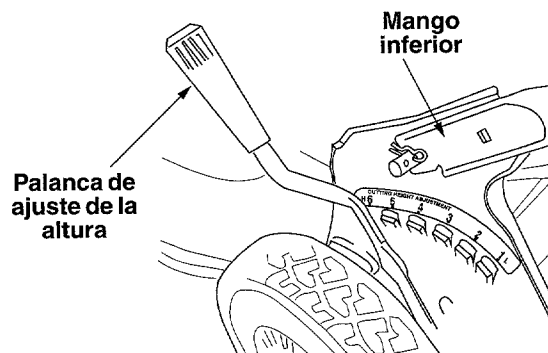

Figura 15
La palanca de ajuste de la altura de corte de la **rueda trasera** está ubicada sobre la rueda posterior izquierda. Vea la Figura 15.
- Para ajustar la altura de corte, tire hacia afuera de la palanca de ajuste de altura y muévala hacia adelante o atrás. Colóquela en la posición deseada de corte marcada en la cortadora. Vea la Figura 15.